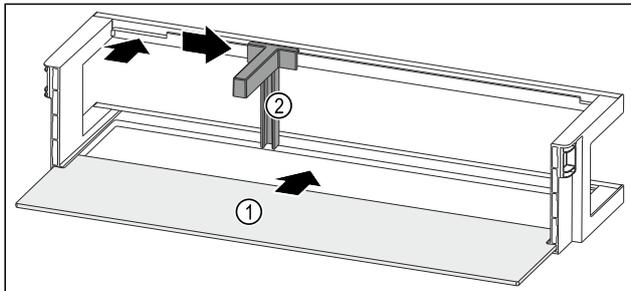

Fig. 152 Türabsteller mit Abstellfläche
- ▶ Abstellfläche Fig. 152 (1) in die seitlichen Aussparungen einschieben.
- ▶ Flaschenhalter Fig. 152 (2) in die Aussparung einsetzen.
- ▶ Flaschenhalter Fig. 152 (2) in gewünschte Position zur Seite schieben.